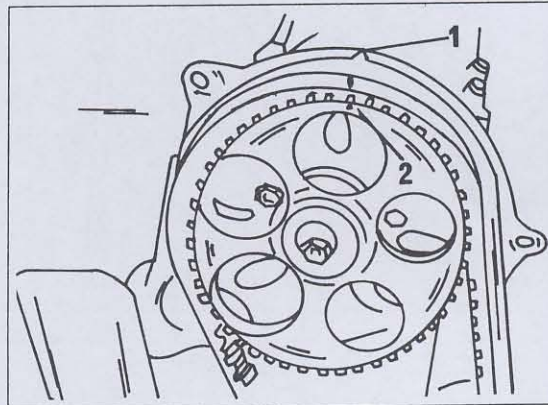

Bild 22
- Den Motor durchdrehen, bis der Kolben des ersten Zylinders auf dem oberen Totpunkt steht. In dieser Stellung müssen beim 1,6 Liter-Motor die Steuermarke am Rückblech des Zahnriemens ("1" in Bild 22) und das Steuerzeichen in der Vorderseite des Nockenwellenrades (2) in ei-